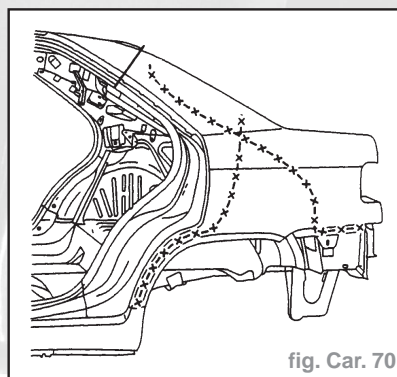

fig. Car. 70
- Découper les cordons de colle et d'étanchéité (fig. Car. 70).